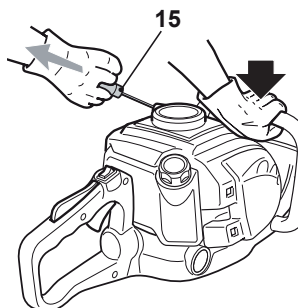

Fig. 11
- > Tenez le produit stablement et tirez fermement le lanceur [15]. Répétez jusqu'à ce que le moteur démarre (Fig. 11).